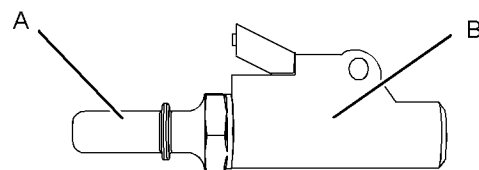

Abbildung 62
3. Die Schutzkappe (1) entfernen. Das Ventil (2) zum Entlüften eindrücken. Perkins empfiehlt die Verwendung eines Reifenfüllgeräts mit angebrachtem durchsichtigem Schlauch geeigneter Länge. Siehe Abbildung 62 .